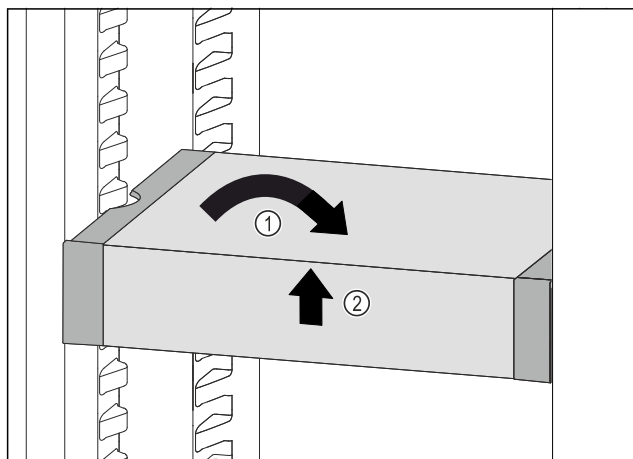

Fig. 103
- ▶ Poziționați drept VarioSafe. Fig. 103 (1)
- ▶ Ridicați în față VarioSafe. Fig. 103 (2)